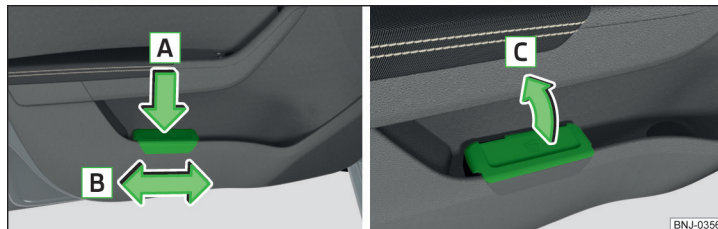

Fig. 84 Cubo de basura: colocar y mover / abrir
- Presione el cubo de basura por el área trasero en el sentido de la flecha **A** » fig. 84.
- Extraiga el cubo de basura en sentido contrario al de la flecha **A** » fig. 84.
- Levantar la tapa en el sentido de la flecha **C** » fig. 84.